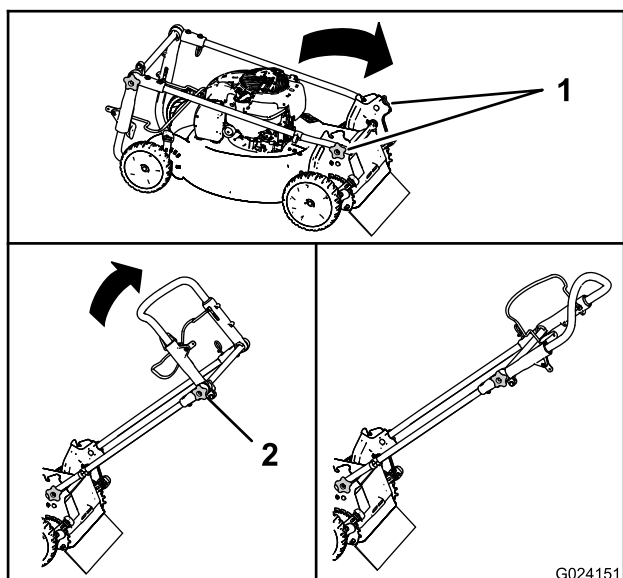

Figura 3
1. Staccate le manopole della stegola dalla scocca della macchina (Figura 3).
3. Spostate la stegola nella posizione operativa (Figura 3) e serrate al massimo le 2 manopole della stegola.
4. Allentate la manopola superiore della stegola, spostate la sezione superiore della stegola nella posizione operativa (Figura 3) e serrate la manopola superiore della stegola.